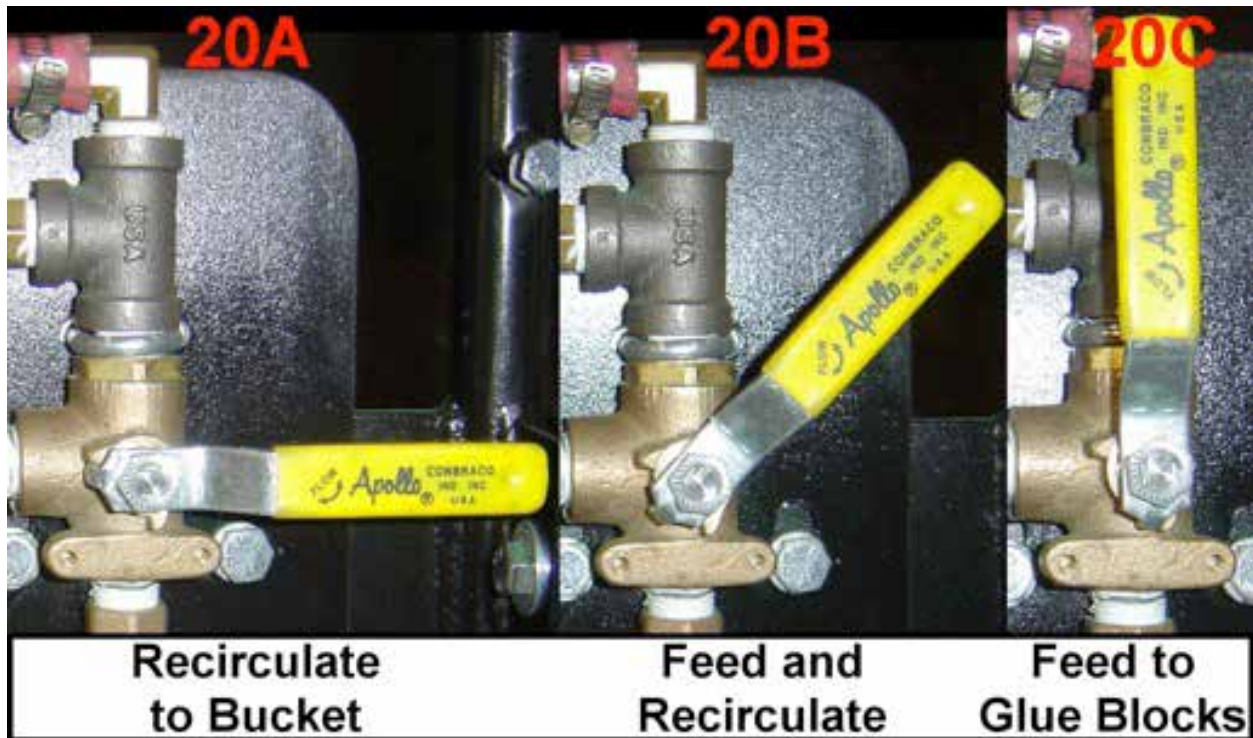

Figure 20 Fonctionnement du système de collage
5. Tourner la vanne de contrôle de la colle en position 20A, Figure 20, pour recirculer la colle dans le sceau. Actionner les lames de compression et laisser la colle circuler dans le système pendant près de 3 minutes.